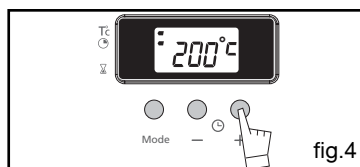

fig.4
-> L'afficheur ne clignote plus et revient en mode température que l'on peut ajuster (fig.4).